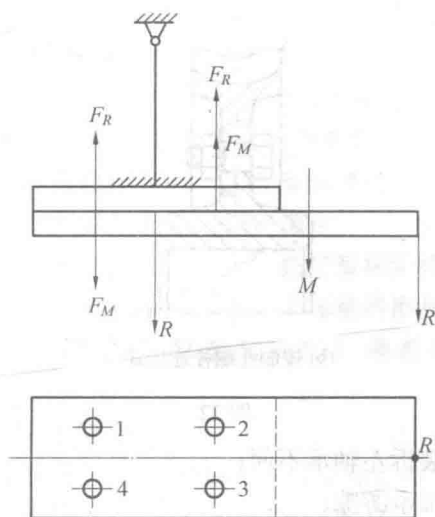

图 21
(2) 如图 21 所示, 工作位置 B: 将 R 移至螺栓形心, 再加变矩